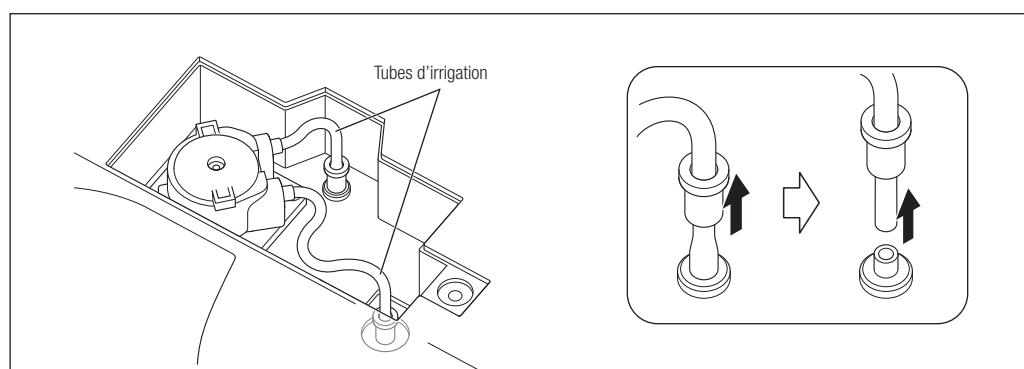

Fig. 50
- 3) Retirez les deux tubes d'irrigation du boîtier de contrôle (Fig. 50).
- 8) Installez le tube d'irrigation en suivant à rebours la procédure de retrait. Appuyez fermement sur le joint du connecteur dans le boîtier de contrôle jusqu'à ce qu'il soit totalement en place (Fig. 50).